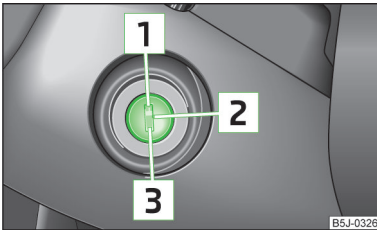

Fig. 86
- Durante la marcha con el motor parado, la llave de contacto ha de estar siempre en la posición **[2]** » fig. 86 de la página 101 (encendido conectado). Esta posición se indica encendiéndose los testigos. Si no es así, podría producirse inesperadamente el bloqueo de la dirección. ¡Existe peligro de accidente!
- El motor de arranque sólo se debe accionar estando parados el motor y el vehículo. Si se acciona el motor de arranque con el motor en marcha **[3]** » fig. 86 de la página 101, puede resultar dañado el motor de arranque o el motor del vehículo.
Motores de gasolina » fig. 86
Motores diésel » fig. 86
ción **2** » fig. 86 o resulta muy difícil, se debe mover ligeramente el volante hacia
- » Conecte el encendido **2** » fig. 86 de la página 101.
Para el motor girando la llave de contacto a la posición **1** » fig. 86 de la página 101.